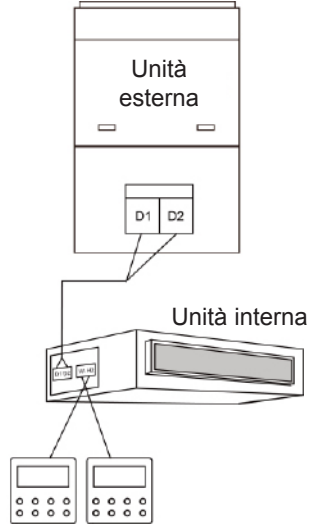

Fig. 3.5 Due comandi a filo controllano un'unica unità interna
- (1) Quando il comando controlla diverse unità interne contemporaneamente, esso può collegarsi a qualsiasi unità interna appartenente alla stessa serie. Le unità interne controllate dal comando non possono essere più di 16 e devono far parte della stessa rete. Mediante il telecomando bisogna impostare la quantità di unità interne da controllare. Si veda il paragrafo 3.2.3 Impostazione dei parametri.
- (2) Quando due comandi via cavo controllano un'unica unità interna, i comandi dovranno avere indirizzi diversi. Si veda il paragrafo 3.2.3 Impostazione dei parametri.
- (3) Quando due comandi controllano diverse unità interne, essi possono collegarsi a qualsiasi unità interna appartenente alla stessa serie. Gli indirizzi dei due comandi via cavo dovranno essere diversi. Si veda il paragrafo 3.2.3 Impostazione dei parametri. Le unità interne controllate dal comando non possono essere più di 16 e devono far parte della stessa rete. Mediante il telecomando bisogna impostare la quantità di unità interne da controllare. Si veda il paragrafo 3.2.3 Impostazione dei parametri.
- (4) Quando uno (o due) comandi controllano diverse unità interne contemporaneamente, le unità devono essere impostate allo stesso modo.
- (5) Il tipo di collegamento tra il comando e la rete dell'unità interna deve essere del tipo di uno dei collegamenti mostrati nelle figure 3.4-3.7. Per il collegamento mostrato nelle figure 3.5 e 3.7 deve esserci solo un comando master (indirizzo 01) e un comando slave (indirizzo 02). La quantità di comandi via cavo non può essere maggiore di due.
- ① Unità VRF Multi comuni;
- ② Unità per il trattamento dell'aria;
- ③ Unità a doppia fonte di calore;
- ④ Unità combinate;